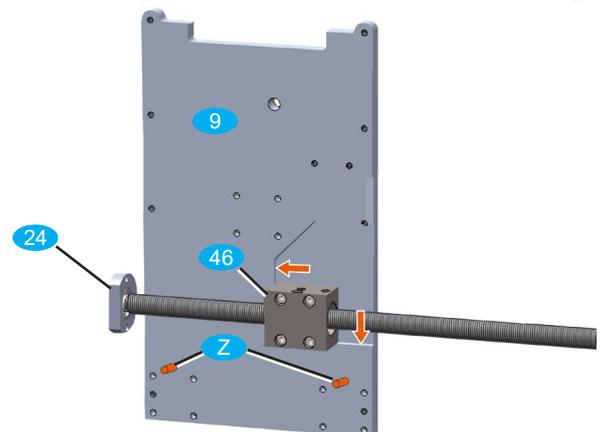

Bild 26: Vormontage von Führungsplatte Y und Y-Spindel
Der Spannbloch **46** muss so ausgerichtet werden, dass der Schmiernippel wie in Bild 26/27 dargestellt nach oben zeigt. Das Loslager muss wie dargestellt zur rechten Maschinenseite weisen.
- Spannbloch **46** mit Kugelumlaufmutter an die Anschlagkanten an der Rückseite der Führungsplatte Y anlegen (rote Pfeile in Bild 26) und mit Zylinderschrauben M5x35 **C5** verschrauben. Anzugsmoment: 6 Nm